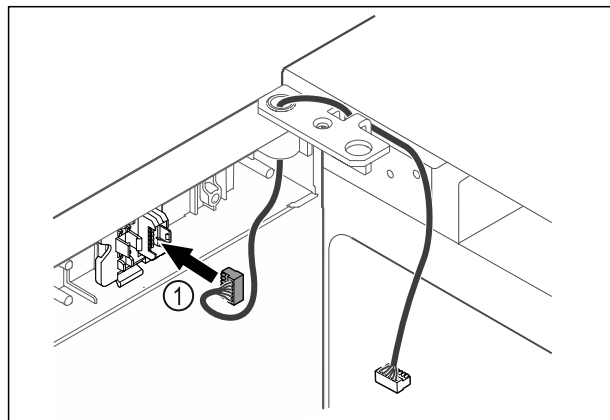

Fig. 45
- Dugja be a dugót Fig. 45 (1) a dugófoglalatba.